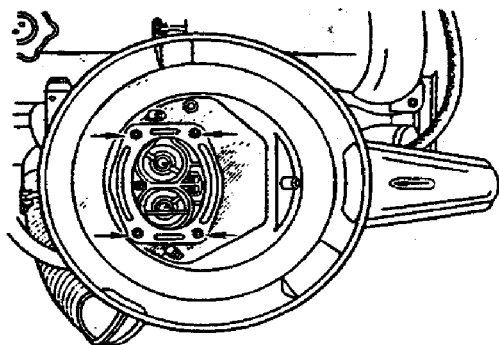

Fig. 2-76. Fixação da carcaça do filtro de ar.
2. Remover o elemento filtrante e remover as porcas de fixação da carcaça do filtro; desconectar as mangueiras e remover a carcaça (fig. 2-76).